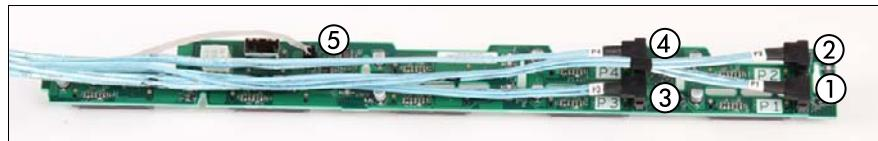

図 53: 8 x HDD バックプレーンからの SAS データケーブルの取り外し
- (5) : コネクタ CN8 からの GPIO コネクタ
- ▶ 図 53 のように SAS データケーブルを 8 x HDD バックプレーンに接続してください。